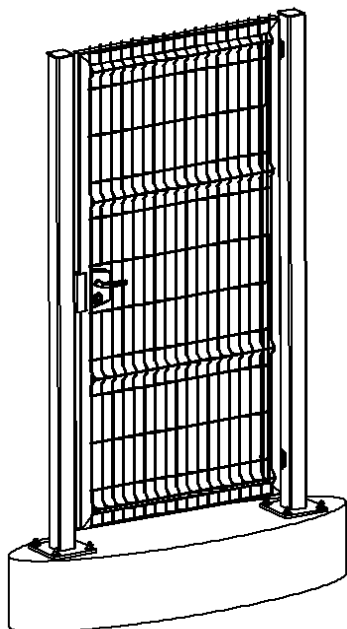

Рис.14
- при открытии наружу – рис.14;